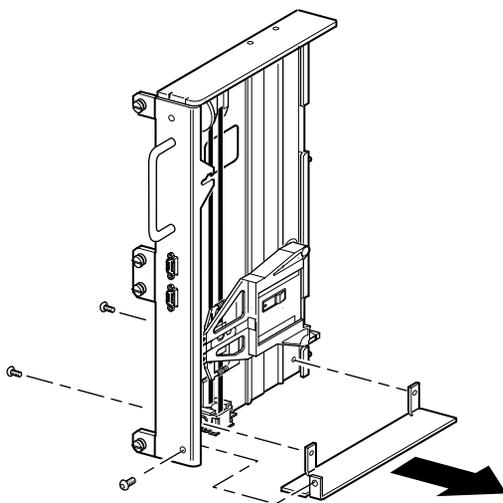

Figure 2-10. Retrait de la plaque inférieure de l'unité de base PTM
1. Retirez la plaque inférieure de l'unité de base PTM (voir la Figure 2-10).